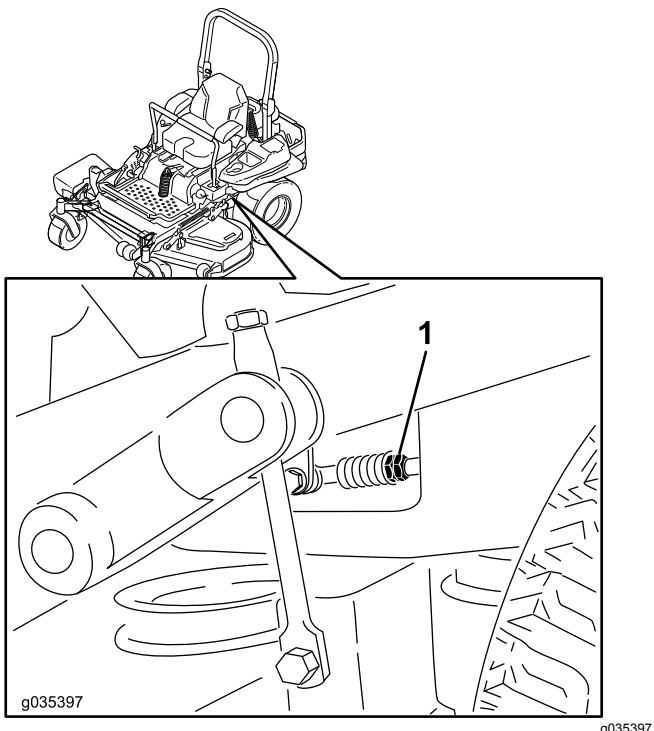

Figura 91
- Ajuste la longitud de las varillas de control de las bombas girando las tuercas dobles de la varilla en el sentido apropiado, hasta que las ruedas se muevan ligeramente en marcha atrás (Figura 91).